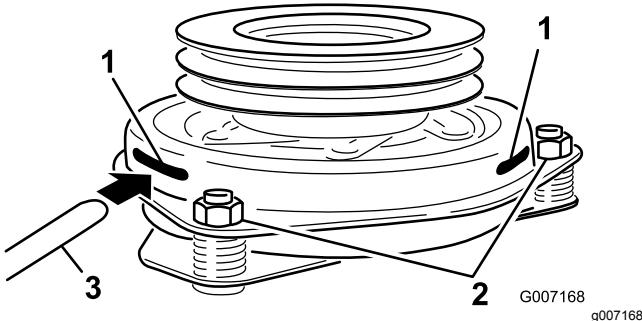

Figure 67
9. Insérez une jauge d'épaisseur de 0,38 à 0,53 mm (0,015 à 0,02 po) dans une fente d'inspection sur le côté de l'ensemble (Figure 67).
10. Serrez les contre-écrous jusqu'à ce la jauge d'épaisseur fléchisse légèrement mais puisse bouger facilement dans l'entrefer (Figure 67).